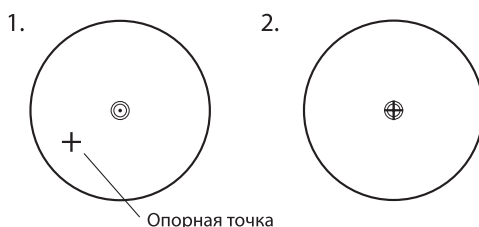

Рис. 5-4
(1) Вращайте кольцо окуляра оптического центрира таким образом, чтобы визирные нити оказались в фокусе; вращайте кольцо фокусировки оптического центрира так, чтобы опорная точка оказалась в фокусе. Затем ослабьте центральный винт для перемещения всего прибора (следите, чтобы прибор не вращался) таким образом, чтобы опорная точка совпала с центральной точкой визирных нитей. Вновь затяните центральный винт.
(2) Осуществите точную горизонтировку прибора, как описано в п. 5.3 и повторяйте операцию (1) п. 5.4.2 до тех пор, пока прибор не окажется точно горизонтированным, а центр визирных нитей оптического центра не совпадёт в точности с опорной точкой (как показано на Рис. 5-4).
(1) Включите прибор. Нажмите кнопку [] для включения лазерного отвеса. Ослабьте центральный винт для перемещения всего прибора (следите, чтобы прибор не вращался) таким образом, чтобы опорная точка совпала с лазерной точкой. Вновь затяните центральный винт.
(2) Осуществите точную горизонтировку прибора, как описано в п. 5.3 и повторяйте операцию (1) п. 5.4.3 до тех пор, пока прибор не окажется точно горизонтированным, а лазерная точка не совпадёт в точности с опорной точкой (как показано на Рис. 5-4).